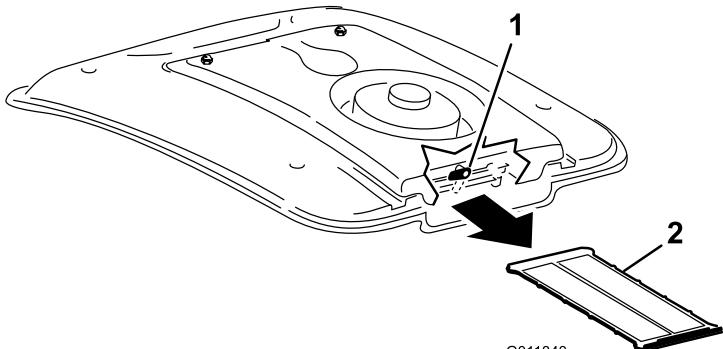

図 74
2. ファンマウントの後部についているラッチを上に回して横向きにする図 74。
3. エアコンコイルからスクリーンを引き出す図 74。
4. スクリーンを圧縮空気でていねいに洗浄する図 74。